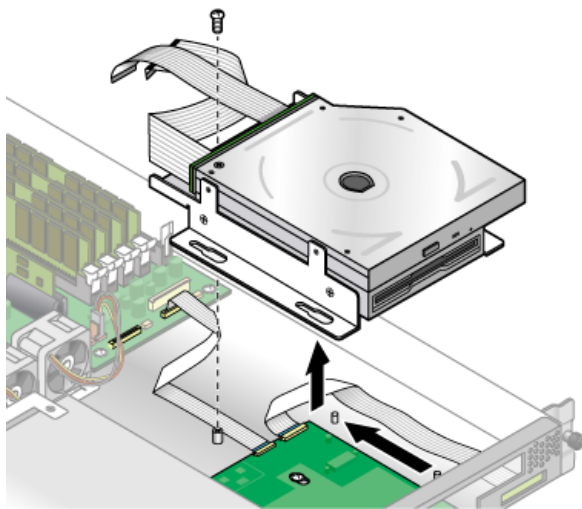

図 3-15 CD-ROM/DVD-ROM/フロッピーディスクドライブ構成部品の取り外し
3. CD-ROM/DVD/フロッピーディスクドライブ構成部品をシャーシに固定している 1 本のねじを外します (図 3-15 を参照)。